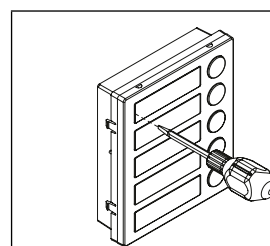

Fig. 1
- Inserire il cacciavite (lato piatto della lama) nell'apposita fessura del porta cartellino come mostrato in **Fig. 1**;